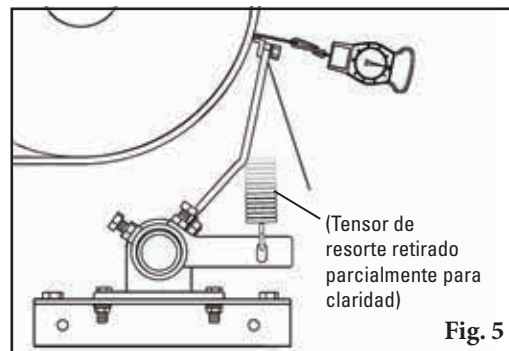

Fig. 5
7. **Corte el orificio de acceso.** Corte el orificio de acceso, centrando el borde inferior en la marca de intersección ajustada ("+") que estableció en el Paso 4. El ancho del orificio debe ser 5" (125 mm); la altura debe ser 9-1/2" (238 mm) para hojas extremadamente pequeñas, 12" (300 mm) para hojas pequeñas o 13-1/2" (338 mm) para hojas medianas. El orificio de acceso se puede orientar dentro del rango indicado (Fig. 5), siempre que el borde inferior todavía esté centrado como se describió anteriormente.
10. Revise la tensión de la punta de la hoja correcta. Coloque el calibrador de tensión de hoja (suministrado con el limpiador) entre la punta de la hoja y la banda en la hoja central (u hojas) (Fig. 5). Mientras jala en un movimiento recto, lea la tensión requerida para romper el contacto entre la hoja y la banda. Se recomienda 18 lb (8 Kg). También revise la tensión en las dos hojas externas. Realice los ajustes de tensión según se necesiten.